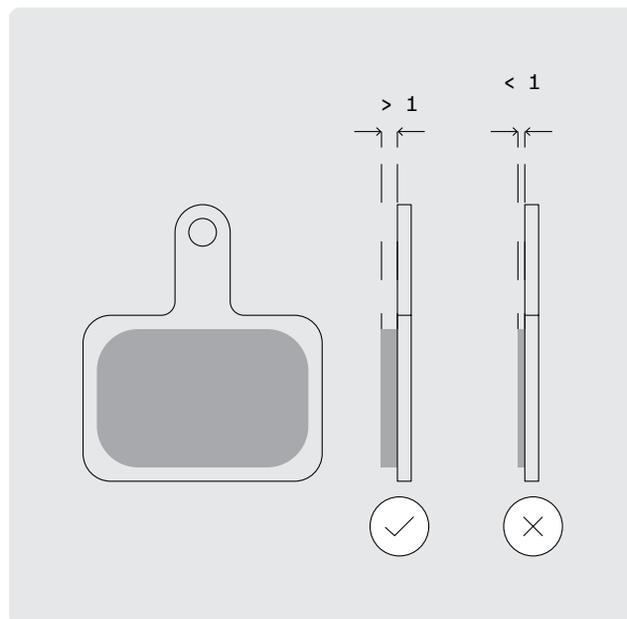

FIG. 41
- Sostituire le pastiglie dei freni se hanno uno spessore inferiore a 1 mm (fig. 41). Le pastiglie dei freni non devono mai essere abbassate a tal punto che la piastra di assistenza delle pastiglie sfreghi contro il disco di frenatura.